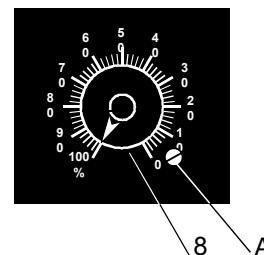

Рис. 19 Ручка регулировки длины хода
5. С помощью отвертки удалите стопорный винт (А) из ручки регулировки длины хода (8). См. рис. 19.